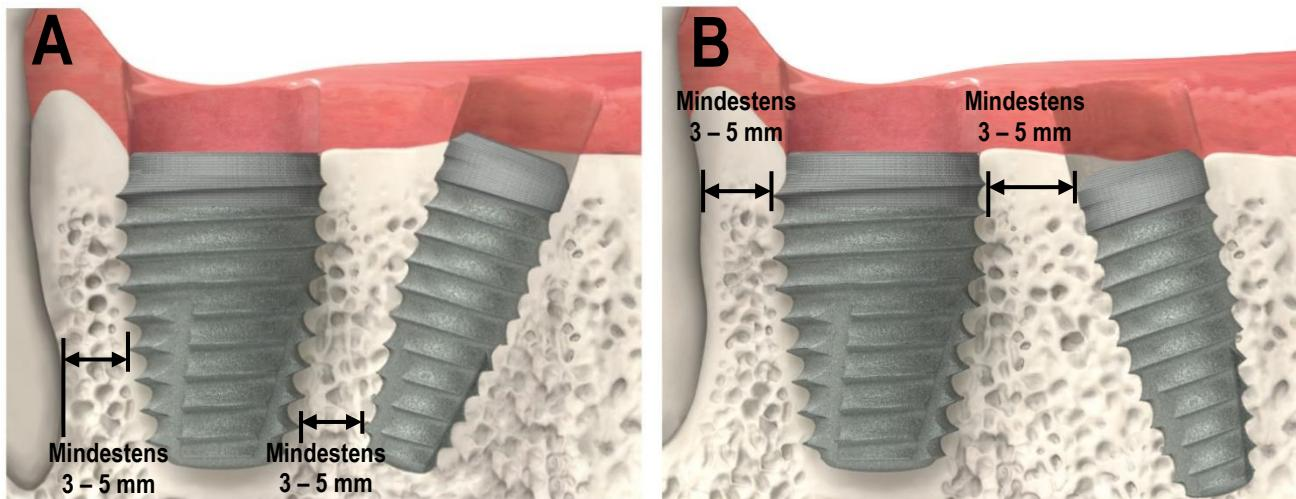

Abbildung 1. Warnhinweise und Vorsichtsmaßnahmen (3)
Dentalimplantate können aus vielen Gründen brechen, u. a. aufgrund von Überbelastung infolge einer nicht passenden Okklusion, Metallermüdung und zu festem Anzug des Implantats während der Insertion. Ein bestimmter Prozentsatz von Implantaten kann die Knochenverankerung nicht erreichen oder erhalten, was sich durch Lockerung zeigt, und sollte entfernt werden. Zu den möglichen Ursachen für Abutmentfrakturen gehören u. a.: Guss über einen 30-Grad-Winkel hinaus, Titanguss über 2010 °F (1099 °C), unzureichende Implantatunterstützung bei periodontal beeinträchtigten Zähnen, nicht passive Passung der Superstruktur, Überbelastung aufgrund unsachgemäßer Okklusion, unvollständiger Sitz der zementierten Abutments und übermäßige Auskragung von Zwischengliedern. Implantate von kleinem Durchmesser mit gewinkelten oder geraden Abutments sind aufgrund eines möglichen Versagens des Implantats für den anterioren und nicht für den posterioren Mundbereich bestimmt. Tapered IM-Implantate (1) sind auf den molaren Bereich begrenzt; (2) sind auf nur 1 Implantat pro molarem Extraktionsort beschränkt; (3) sind in einem Abstand von 3–5 mm von benachbarten Implantaten oder Zähnen einzusetzen, wobei der Abstand von der apikalen Länge des Implantats zum benachbarten Implantat bzw. vom Implantat bis zum Kontaktspunkt mit dem Zahn nach koronar 3 mm bis zum Alveolarkamm betragen sollte (**Abbildung 1**); (4) sollten mindestens 1,5 mm bukal oder lingual von der Alveolaroberfläche entfernt sein, um ein korrektes Einsetzen zu ermöglichen; und (5) werden verwendet, wenn der Chirurg festgestellt hat, dass das Einsetzen eines Implantats mit einem engeren Durchmesser die Wahrscheinlichkeit für ein Versagen aufgrund einer schlechten Primärstabilität oder für umfangreichere chirurgische Verfahren, die zu Komplikationen führen, erhöhen würde.